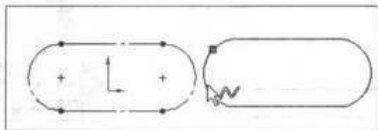

图 2-38 移动套合样条曲线
(3) 在“套合样条曲线”属性管理器中点选“解除约束”单选按钮，然后单击  (确定) 按钮，完成线段的整合，选取图形区域中的实体草图，将其移动到新的位置，如图 2-38 所示。此时，系统将原来的草图实体变为虚线构造线，而现在的实体草图已经转换为具有一个控制点的套合样条曲线。